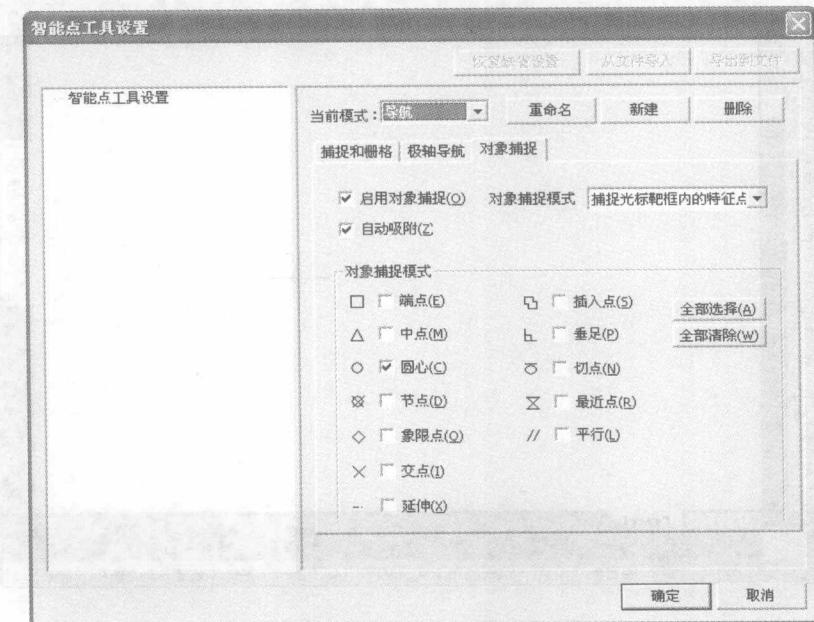

图 1-6 “智能点工具设置”对话框
**Step4** 捕捉设置。选择菜单栏中的“工具”→“捕捉设置”命令，弹出“智能点工具设置”对话框。选择“对象捕捉”选项卡，在“对象捕捉模式”选项组中勾选“圆心”复选框，如图 1-6 所示，单击“确定”按钮。